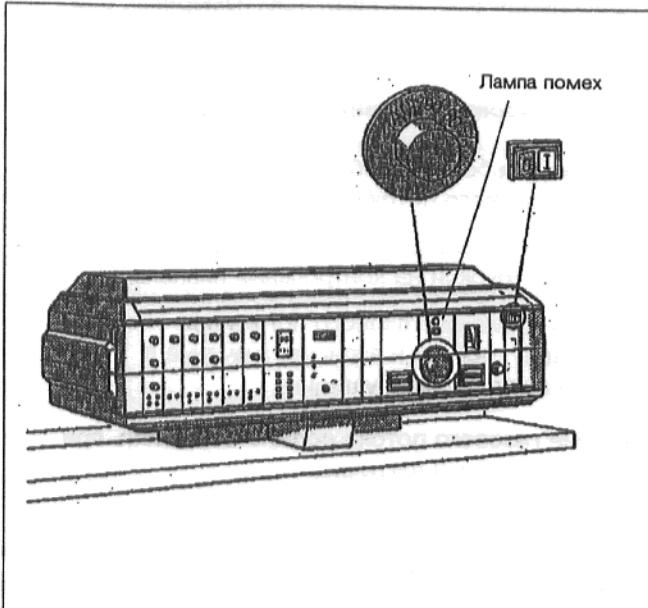

Рис.3
- Установить переключатель "Работа" (рис.3) в положение I (ВКЛ).
- Установить регулятор температуры подающей линии котла (рис. 3) в положение "AUT".
- Настроить регулятор температуры подающей линии котла (рис. 3) на желаемую температуру.
Загорается лампа неисправности на устройстве управления над регулятором температуры подающей линии котла (рис. 3).
- Нажать кнопку подавления помех (рис.3а).
- Установить переключатель "Работа" (рис. 3) в положение 0 (Выкл.).
Рис.3а